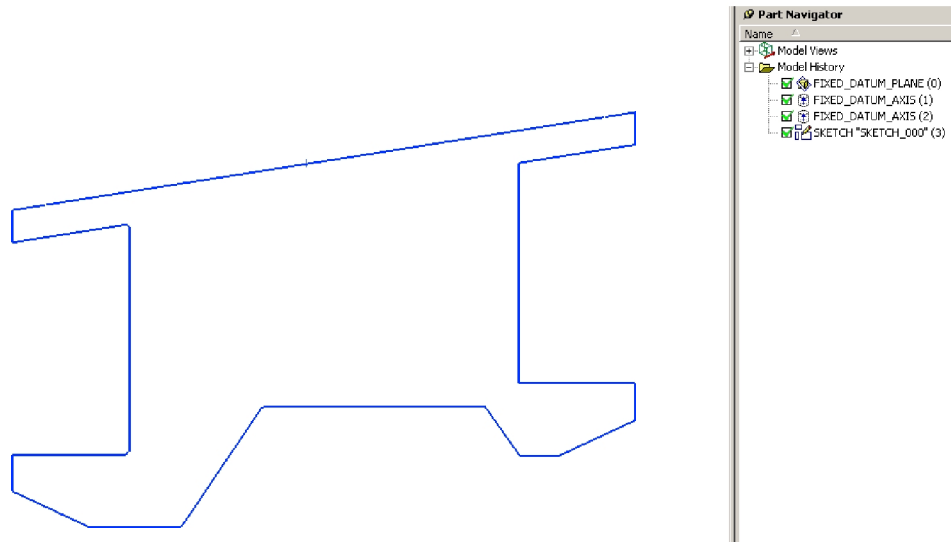

Рис. 71. Исходный (черновой или так называемый freehand) эскиз проставки
4. Создайте эскиз: **Insert** → **Sketch**. Выберите плоскость X-Y для создания эскиза и нажмите **ОК**. Далее, с помощью предлагаемого инструментария постройте приблизительное меридиональное сечение детали, как показано на Рис. 71.